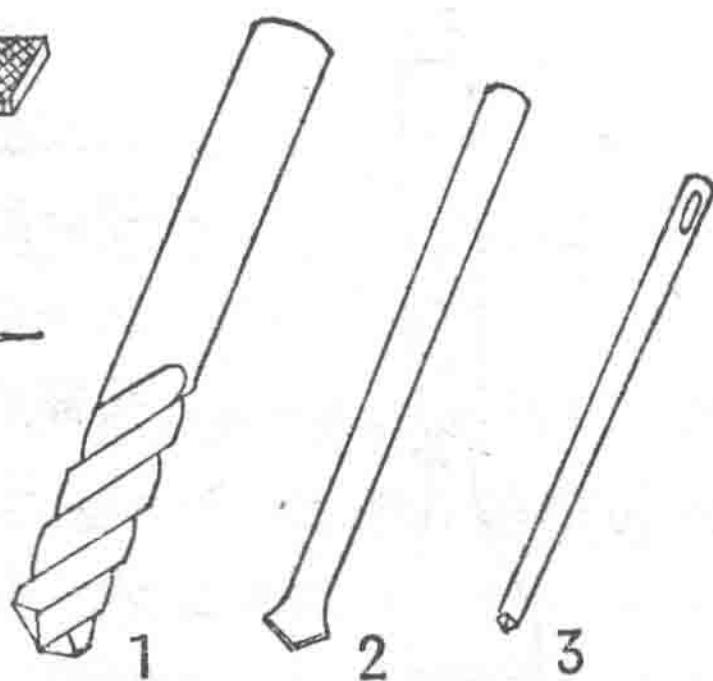

图 1-13 钻头
**钻头**（图 1-13）：较大的孔用麻花钻加工，较小的孔用